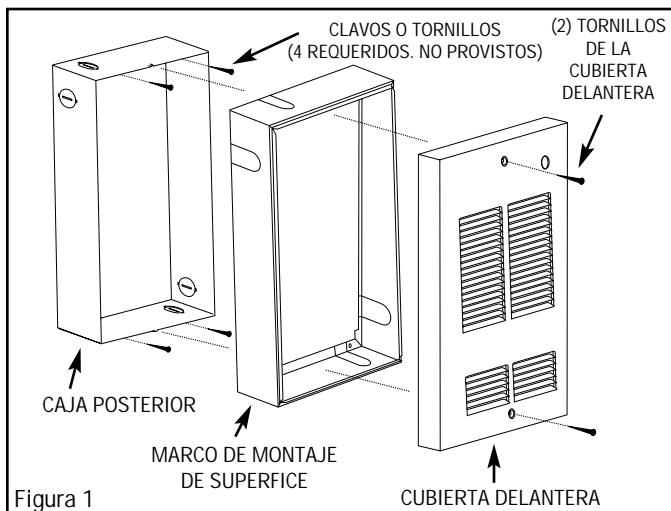

Figura 1
2. Si el suministro eléctrico se provee desde dentro de la pared o cieloraso, extraer el orificio ciego en la parte posterior de la caja posterior, instalar la mordaza del cable dejando 8" (203mm) por lo menos de cable dentro de la caja posterior. Asegurar la caja posterior a la estructura del edificio usando (4) orificios en la caja posterior. (Ver la Figura 1).
3. Si el suministro de energía es provisto por un sistema de superficie (tal como conducto, pistas de superficie, etc.) extraer el orificio ciego en la caja posterior en el lado para hacer corresponder con la ubicación de suministro. Instalar un conector apropiado de cable para hacer corresponder con el sistema de superficie y asegurar la caja posterior a la pared o cieloraso, usando (4) orificios de montaje en la parte posterior, permitiendo 8" (203mm) por lo menos de cable dentro de la caja.